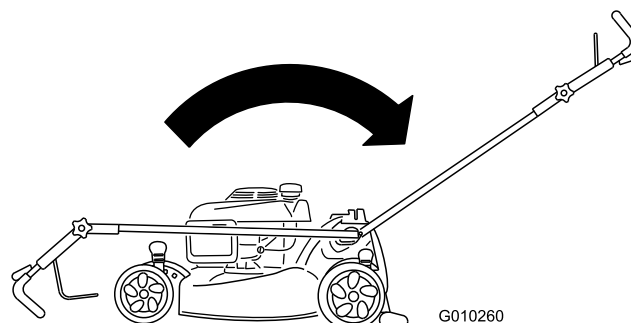

Рисунок 50
2. Переведите рукоятку в вертикальное положение (Рисунок 50).